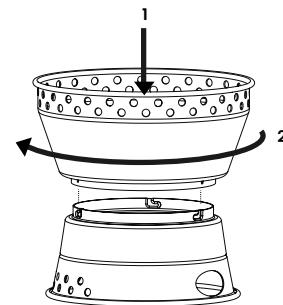

Fig. 2
- Plasser stormkjøkkenets sokkel på et flatt og stabilt underlag av ikke-brennbart materiale. Før taggene på vindskjermens kanter inn i L-sporene og roter vindskjermen inntil den er låst (fig. 2).